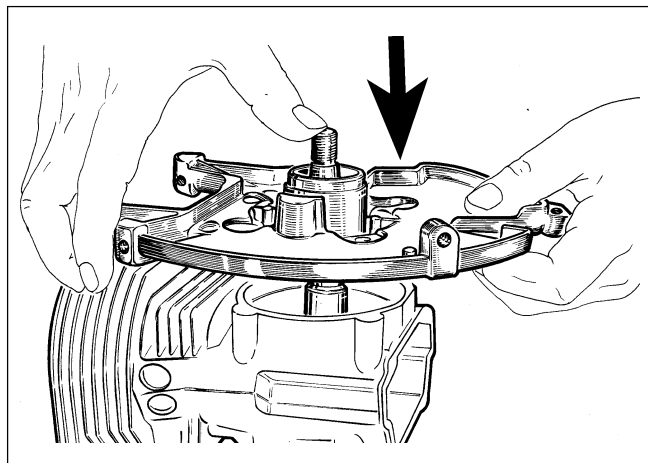

Fig. 22
- Engager le roulement et la base du convoyeur sur le vilebrequin (Fig. 22).